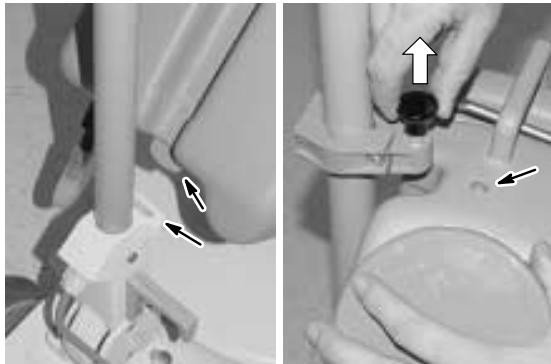

FIG. 3
2. Sett hakene i bunnen av væsketanken inn i sporene på tankstøtten nær bunnen av håndtaket, slik figuren viser. Sikre toppen av tanken med den øvre braketten, slik som vist. Trekk til skruene som holder den øvre braketten (figure 3).